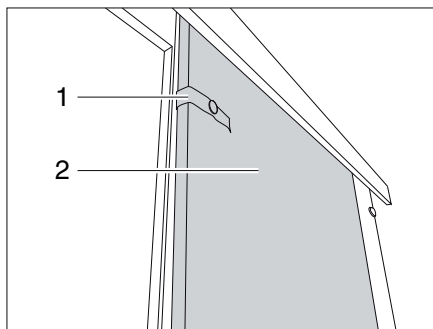

Fig. 85 Porte coulissante
- Détacher la bande de sécurité (Fig. 85,1).
- Tirer la porte coulissante (Fig. 85,2) en position de fermeture.
- Amener la porte coulissante (Fig. 85,2) dans la position d'ouverture.
- Fixer la porte coulissante avec la bande de sécurité (Fig. 85,1).